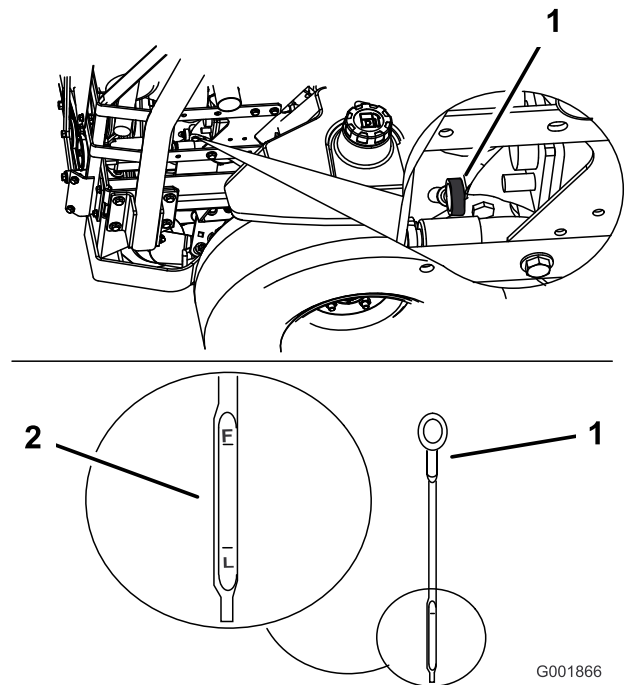

Figura 46
3. Limpie alrededor de la varilla de nivel de aceite (Figura 46) de forma que la suciedad no penetre por el orificio de llenado y cause daños en el motor.
4. Retire la varilla de aceite y limpie el extremo metálico (Figura 46).
5. Introduzca la varilla a fondo en el tubo de llenado. Retire la varilla y observe el extremo metálico (Figura 46). Si el nivel de aceite es bajo, vierta lentamente sólo la cantidad de aceite suficiente en el orificio de llenado para que el nivel llegue a la marca Lleno.